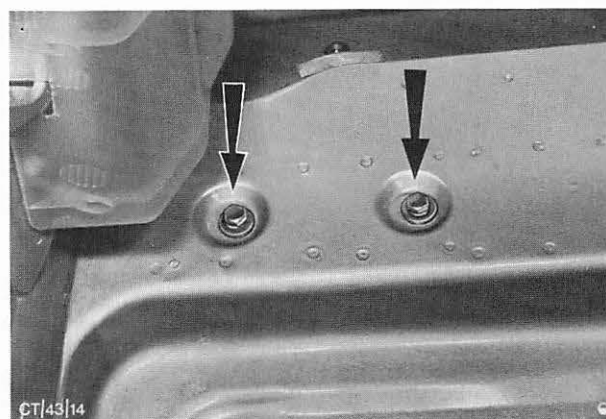

Abb. 17 Die Befestigungsschrauben des hinteren Stoßfängers werden nach Zurückklappen des Kofferraum-Bodenbelags zugänglich.
1. Kofferraumdeckel öffnen, Bodenbelag zurückklappen und Schrauben der Stoßfängerhalterung am Bodenblech herausdrehen. Abb. 17.